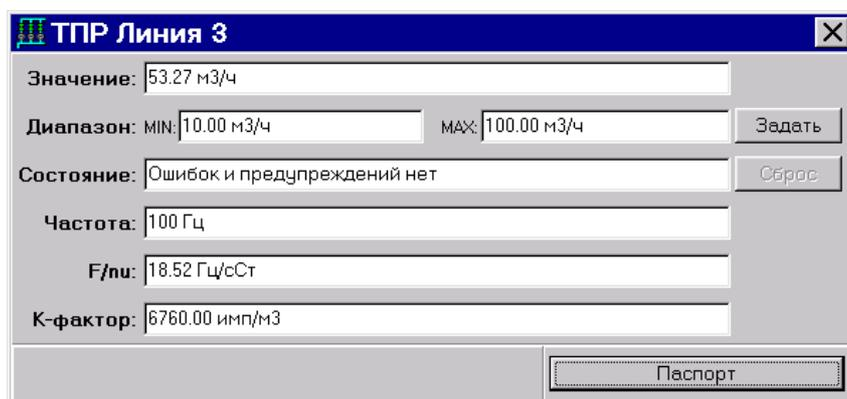

Рис. 16
3.5.9.2 Для вызова аналогичного окна для датчика расхода необходимо щелкнуть на изображении ТПР (⊗). Окно (Рис. 16) содержит следующие поля: